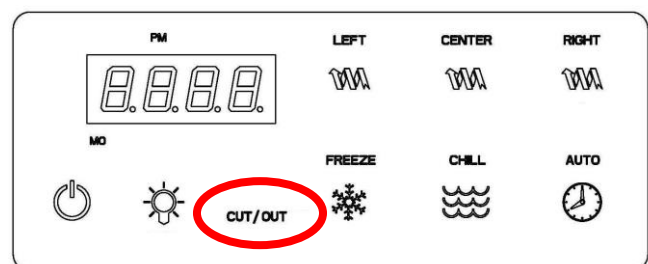

Fig. 23
Cuando la temperatura interna de la máquina alcanza el valor límite configurado por el fabricante, en la pantalla aparece el mensaje **CUT/OUT** (fig.23) y se inhibe el funcionamiento del sistema de refrigeración para evitar dañar el compresor.
- Cuando sucede esto en la pantalla aparece el mensaje "**CUT/OUT**" (fig.23).